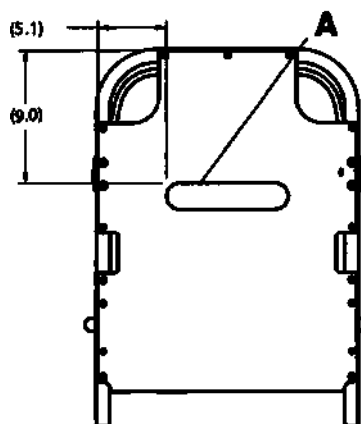

Рисунок 1 – Присоедините полоску Velcro к спинке для положения Фаулера
6. Снимите подложку с полоски Velcro для спинки для положения Фаулера (A) и присоедините Velcro к поверхности спинки для положения Фаулера (Рисунок 1).